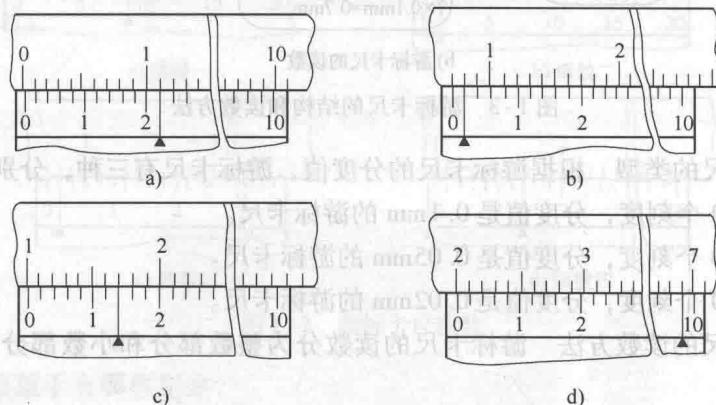

图 1-5 分度值为 0.02mm 的游标卡尺读数示例
2) 分度值为 0.02mm 的游标卡尺读数示例。如图 1-5 所示, 有黑色三角形符号的游标刻度线为对齐的刻度线。